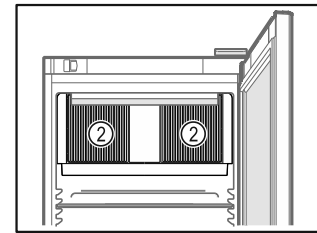

Fig. 41
- Lüftungsschlitze Fig. 41 (2) des Umluftgebläses im Innenraum freihalten.